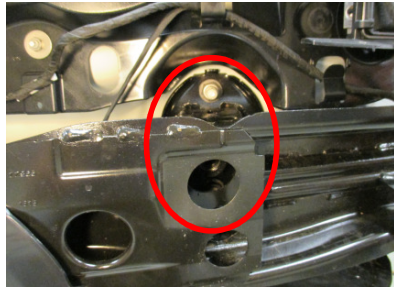

Figura 5
3. Eliminación del travesaño del parachoques: desconectar el cableado en la parte inferior del travesaño del parachoques en cada lado. Usar una llave de 8 y 13 mm para quitar la tuerca mariposa y el tornillo unidos al colgante del escape y el protector de salpicaduras, ver Figura 4. Usar una llave de 19 mm para eliminar (4) tuercas mariposa unidas al panel lateral del parachoques y luego retirar el travesaño del parachoques, ver la Figura 5.